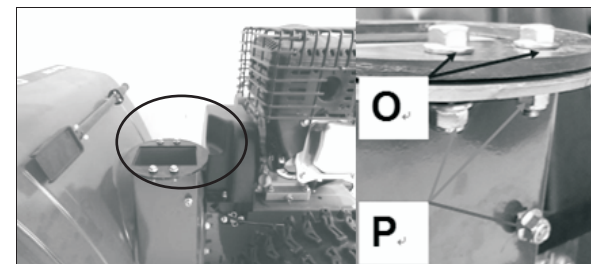

Fig. 5A
1. Lossa muttern (Fig. 5A: P) och bulten (Fig. 5A: O) på snöslungan.
2. Sätt fixeringshålet på SNÖUTKASTSTÖDET på samma position på snöslungan, fixera bulten med mutter M6 (Fig. 5A: P), fäst den löst, se Fig 5B;